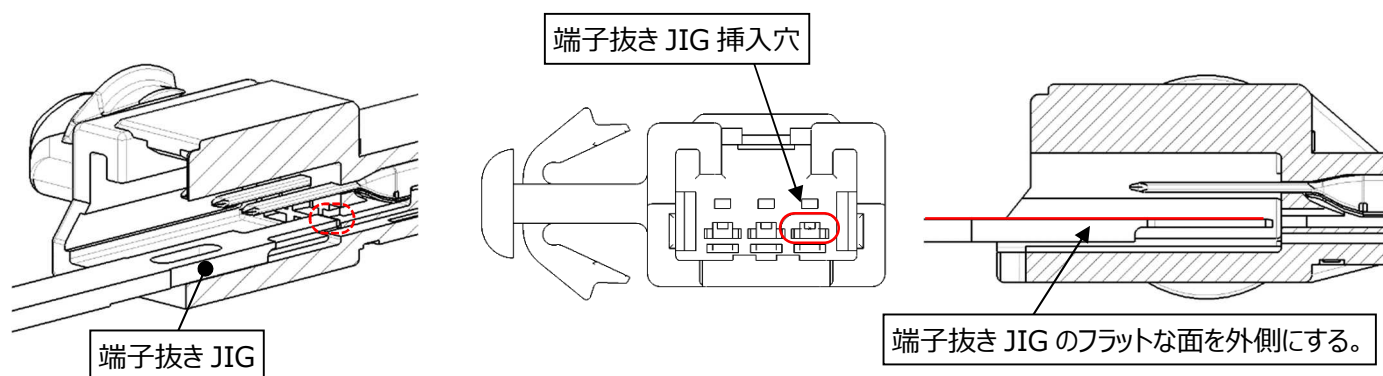

図 31.ハウジングと端子抜き JIG 方向
- ①ハウジングに挿入されている二次係止部が外されていることを確認して下さい。
- ②引き抜こうとする端子の電線を持って端子を軽く奥に押し込み、その状態で端子抜き JIG をハウジングの端子抜き JIG 挿入穴に挿入して下さい。(図 31 参照)